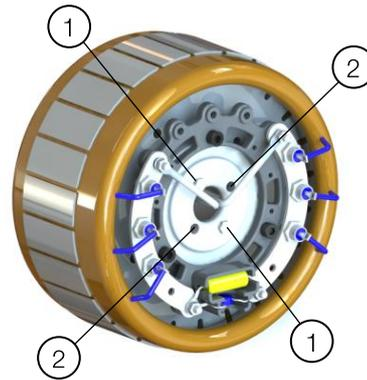

Figura 14.22: Fijación y agujeros para extraer el rotor de la excitatriz
4. Remover el rotor de la excitatriz. Utilizar los tornillos de fijación para extraer el rotor de la excitatriz, a través de los agujeros indicados en la Figura 14.22, y sacar el casquillo actual del rotor de la excitatriz.
Detalle de la Figura 14.22: